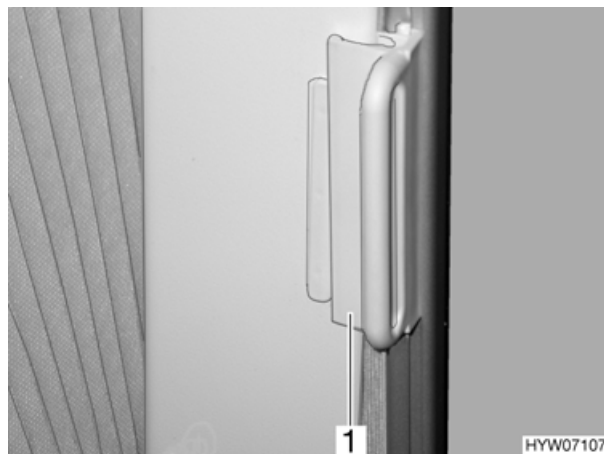

Fig. 10 Bloccaggio tendine oscuranti pieghevoli
- Durante la marcia le tendine oscuranti pieghevoli per il parabrezza, la finestra del guidatore e del passeggero devono essere aperte, bloccate e fissate tramite il bloccaggio (Fig. 10,1).